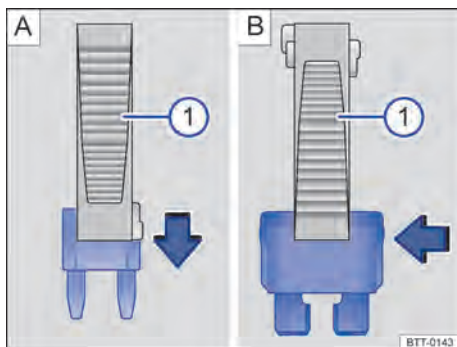

Fig. 190 Retirar ou colocar o fusível chato com a pinça de plástico.
- *No caso de fusíveis planos*, de acordo com o modelo do fusível, colocar as garras adequadas do alicate plástico → Fig. 190 **A** **1** ou → Fig. 190 **B** **1** sobre o fusível na direção da seta.